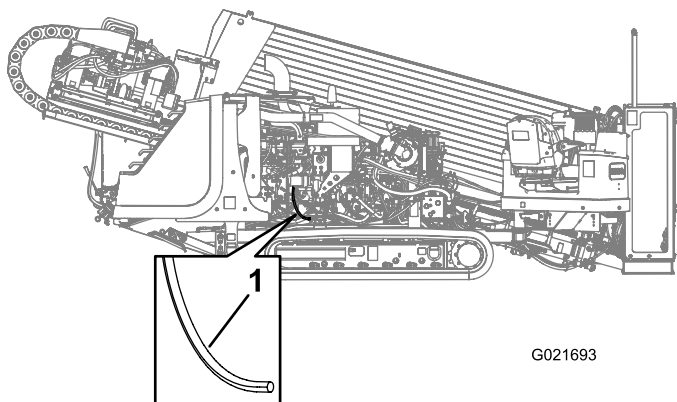

Bild 114
3. Ziehen Sie das Entlüftungsrohr des Kurbelgehäuses vorsichtig nach außen (Bild 114).
4. Reinigen Sie das Ende des Entlüftungsrohrs des Kurbelgehäuses (Bild 114).